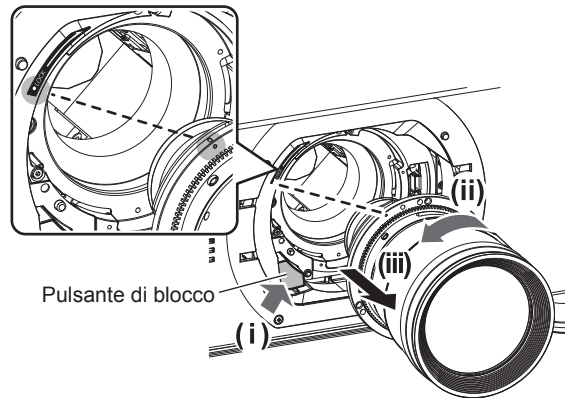

Fig. 1
3) Mentre si preme il pulsante di blocco, rimuovere l'obiettivo di proiezione ruotandolo in senso antiorario. (Fig. 1)